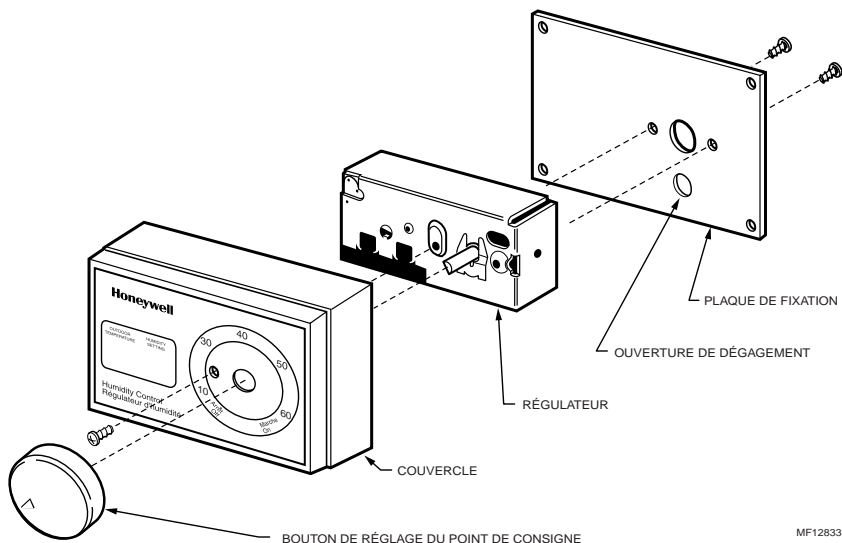

Fig. 1. Assembler le régulateur en vue de l'installer au mur.
6. Pour assembler le régulateur en vue d'une installation au mur (Fig. 1):